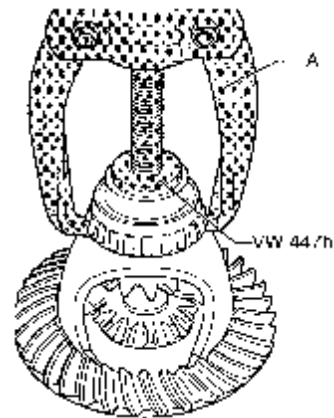

图 9-124 拉出圆锥滚柱轴承内圈
(3) 拉出圆锥滚柱轴承内圈时，使用通用双臂拉出器 A，如图 9-124 所示。